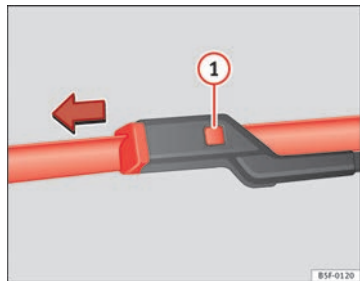

Fig. 159 Cambio de las escobillas del limpiaparabrisas.
- Mantenga presionada la tecla de desbloqueo ⇒ fig. 159 ① y tire a su vez ligeramente de la escobilla en el sentido que indica la flecha.